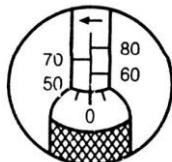

FIG1 50Nm
- 3) Vergrendel de greep door de borgmoer met de klok mee te draaien. De sleutel is nu ingesteld op 56 Nm en is klaar voor gebruik. Zie afbeelding 1 en 2.